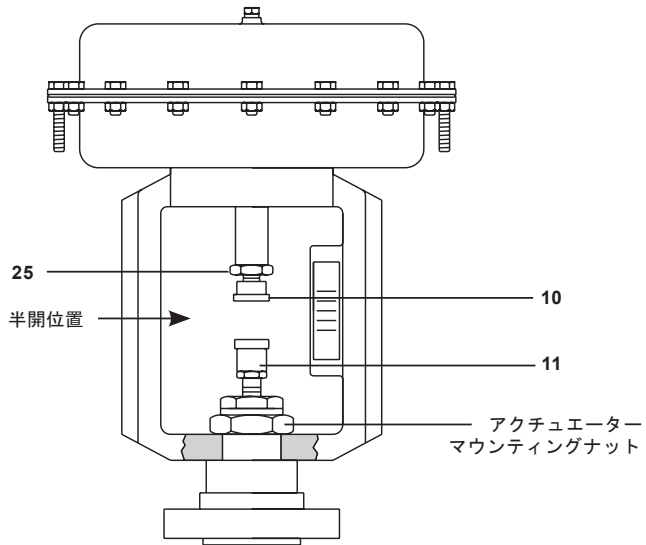

図. 9
- アクチュエーターマウンティングナット（図 9 を参照）を緩めて外し、アクチュエーターをバルブから持ち上げます。